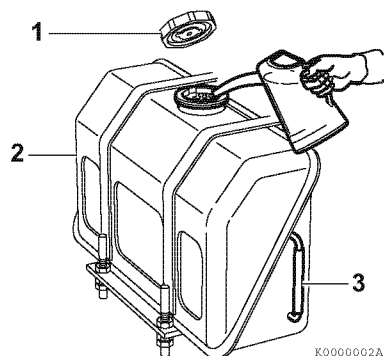

Abbildung 1
1. Den Bereich um den Tankdeckel (1, **Abbildung 1**) reinigen.
2. Den Tankdeckel (2, **Abbildung 1**) aus dem Tank bauen.
3. Das Schauglas für den Kraftstoffstand (3, **Abbildung 1**) und den Füllvorgang stoppen, wenn der Kraftstofftank laut Schauglas voll ist. Nie den Tank überfüllen.
4. Den Tankdeckel (1, **Abbildung 1**) wieder aufsetzen und handfest anziehen. Zu festes Anziehen beschädigt den Tankdeckel.